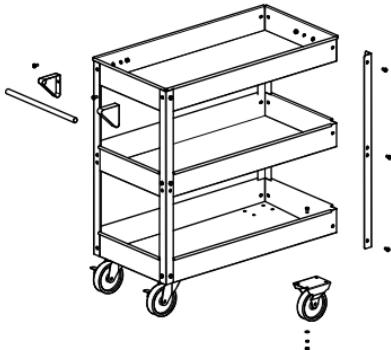

Рис. 1 – Сборка полки 9.3
2. Сборка шкафа инструментального (полки инструментальной). Сборка показана на примере полки 9.3. (см. рис. 1):